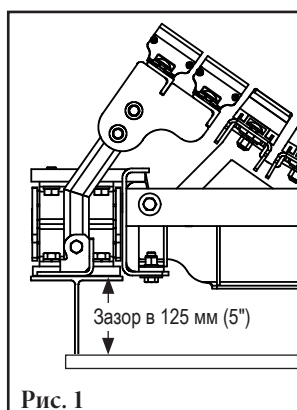
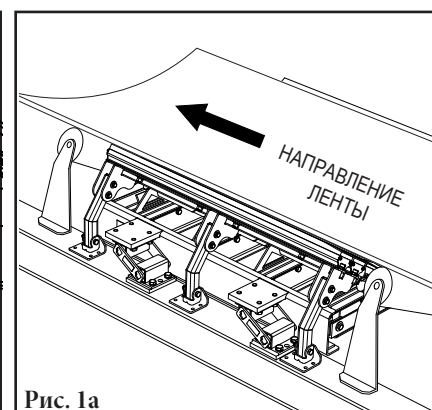

Рис. 1
Рис. 1a
**Перед установкой:** удостоверьтесь в наличии зазора в 125 мм (5") под верхней частью става конвейера, в котором будет перемещаться демпферная станция при поглощении нагрузки (рис. 1). Осмотрите конструкцию; проверьте номинальное значение в соответствии с требованиями СЕМА. Выберите регулировочные прокладки или натяжные ролики по табл. 1. **ПРИМЕЧАНИЕ.** Натяжные ролики 25–150 мм (1"–6") должны быть установлены до и после демпферной станции Flexco® DRX™ (рис. 1a). Если используется несколько демпферных станций, натяжные ролики следует устанавливать между каждой станцией или каждой второй станцией.
1. **Ослабьте натяжение.** Используйте подъемник ленты Flexco® или другое подходящее подъемное оборудование для снятия ленты с демпферной станции. Сожмите поглотители энергии удара С-образным зажимом (рис. 1).